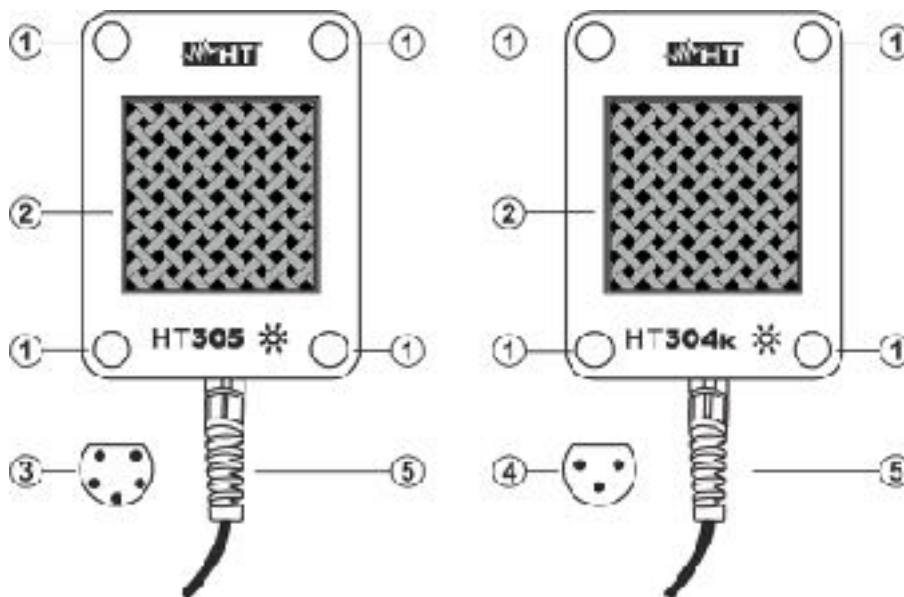

Abb. 1 Beschreibung des Zubehörteils
4. Verbinden Sie den Stecker des Verbindungskabels (**5-polig** für **HT305** oder **3-polig** für **HT304k** – siehe Abb. 1 – Teile 3 und 4) mit der Fernstation SOLAR03 (HT305) oder mit der Fernstation SOLAR-0 oder mit Master-Geräten mit 3-poligen HT-Stecker (HT304k).